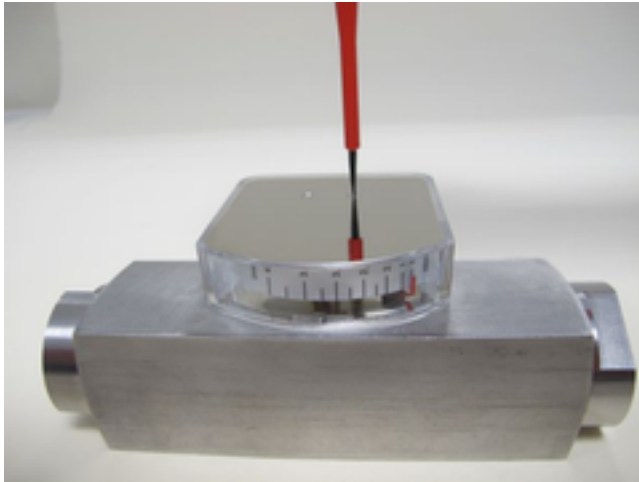

Abb. 41: Anzeigen-Deckplatte lösen
1. ➤ Befestigungsschrauben der Anzeige-Deckelplatte lösen (Abb. 41)